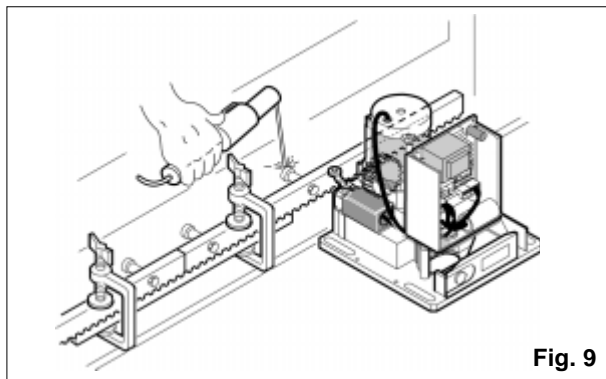

Fig. 9
- 8) Accostare un altro elemento di cremagliera all'ultimo fissato utilizzando un pezzo di cremagliera di circa 150 mm per mettere in fase la dentatura dei due elementi (fig. 9).
- 9) Fare scorrere manualmente l'anta verso la chiusura fino ad arrivare in corrispondenza del pignone con il terzo distanziale dell'elemento da fissare (fig. 9).
- 10) Saldare i tre distanziali dell'elemento (fig. 9).